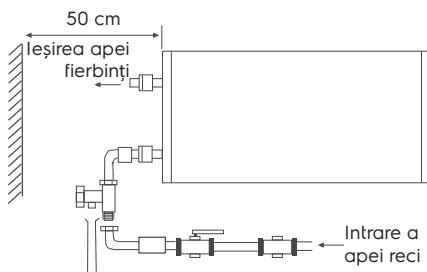

Fig. 8
- Instalarea încălzitoarelor de apă din seria Fmx, Fmx DL este mult facilitată de posibilitatea de a le instala atât pe verticală cât și pe orizontală oriunde în casa dumneavoastră, într-o cameră încălzită. Este de dorit să instalați încălzitorul de apă cât mai aproape de locul în care se folosesc ape calde, deoarece cu cât conductele sunt mai scurte, cu atât pierderile de căldură sunt mai mici. La instalarea orizontală a încălzitorului de apă, conductele de alimentare trebuie să fie amplasate în stânga. Când instalați încălzitorul de apă lângă un perete, lăsați spațiul liber recomandat pentru întreținere. Nu instalați încălzitorul de apă pe o suprafață orizontală și aproape de podea. (vezi fig. 8)